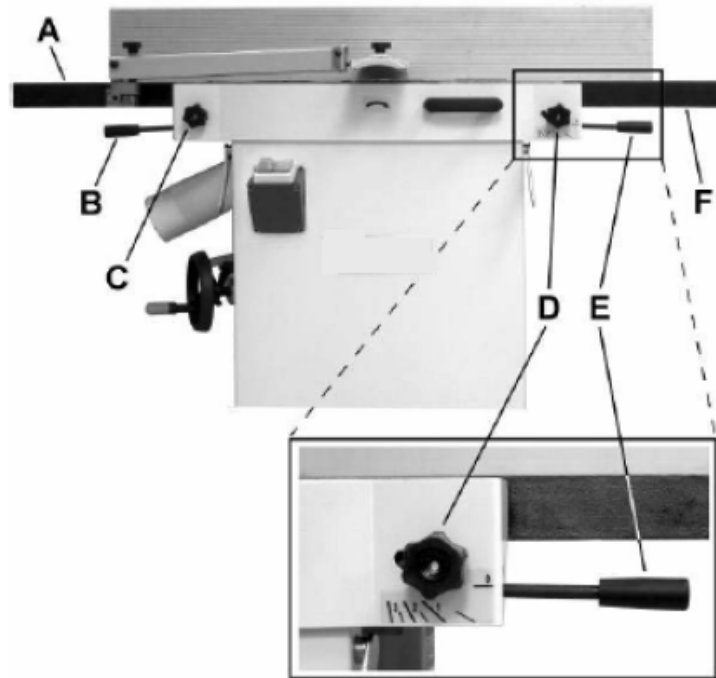

Figure 6
En se référant à la figure 6 :
2. Desserrez le bouton de verrouillage (A) et faites glisser le protège-tête de coupe (B, C) pour dégager la table.
5. Placez une règle (D) sur le devant de la table de sortie (F) et s'étendant sur la table d'entrée (G). Notez la position de la table d'alimentation (G). Notez la position du bord droit sur la figure 6 par rapport à la clôture (H).
2. Retirez le protège-tête de coupe (B, Fig. 6).